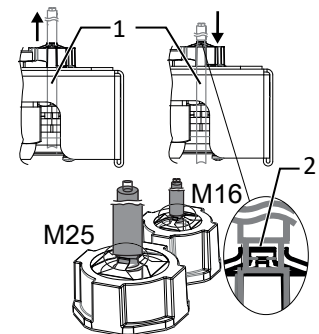

Abb. 28: Schirmauflage an EMV-Verschraubung
1. Leitungen (1) auf Zug-/Druckfreiheit durch vollständiges Öffnen und Schließen der Türe prüfen.
2. Position zur Schirmauflage am Klemmkäfig (2) der EMV-Verschraubungen kennzeichnen.
4. Leitungen auf Schirmstelle zurückziehen bis Schirmung durch Klemmkäfig vollständig erfolgt und ein Verschieben des Anschlusskabels ausgeschlossen ist. [Siehe Abbildung 28 ► Seite 27]